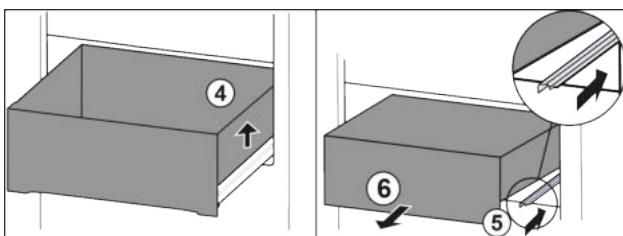

Fig. 13
- Повдигнете чекмеджето отляво. Fig. 13 (4)
- Вкарайте дясната релса. Fig. 13 (5)
- Извадете чекмеджето напред. Fig. 13 (6)